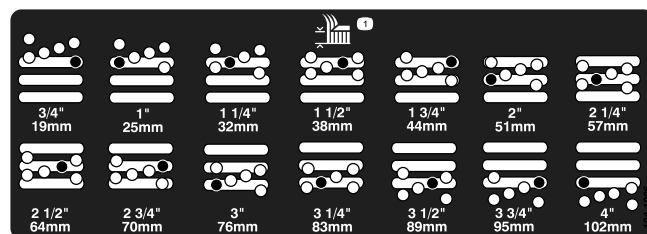

Figura 18
5. Mueva la cámara a la altura deseada e instale el espaciador en el taladro y la ranura de altura de corte deseados (Figura 18).